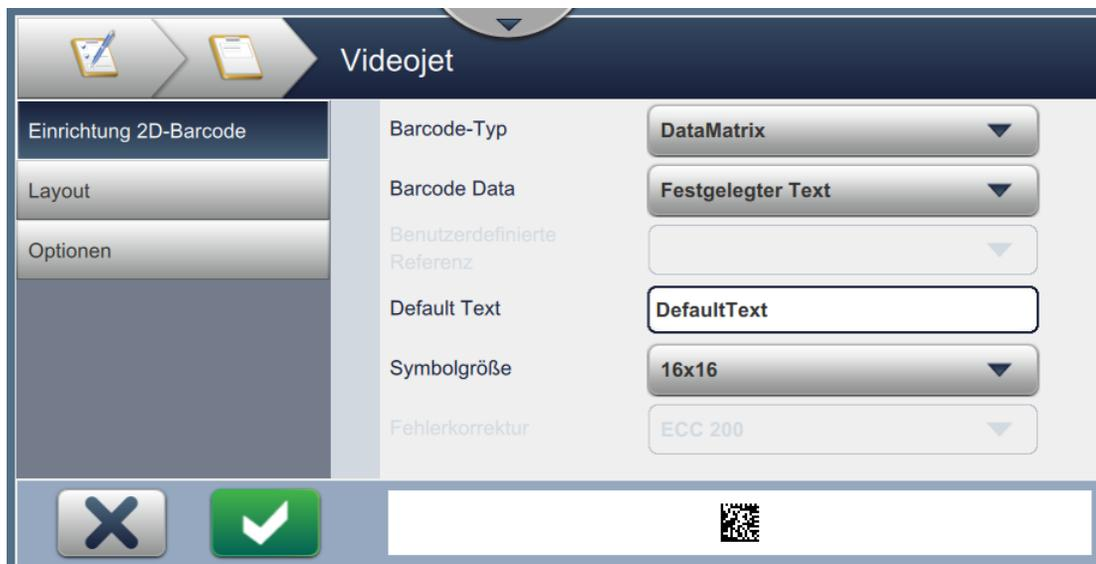

Abbildung 6-10: Bildschirm „Einrichtung 2D-Barcode“.
4. Der Bildschirm „Einrichtung 2D-Barcode“ erscheint wie dargestellt in Abbildung 6-10.